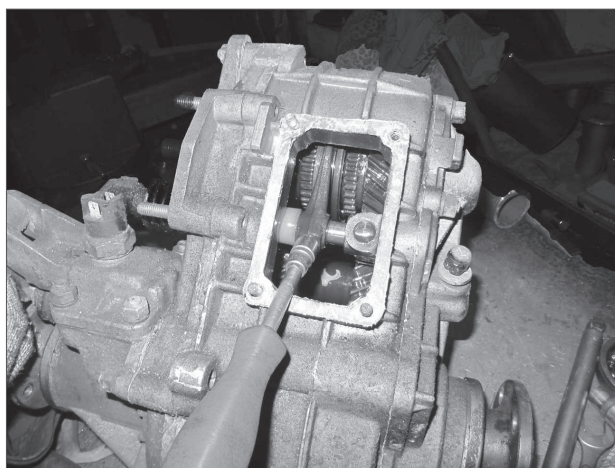
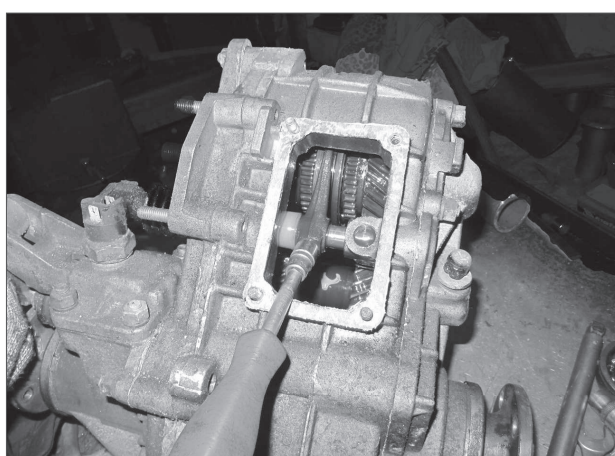

Рис. 1.41 Отверните болт крепления вилки к штоку
Рис. 1.42 Достаньте магнитом шарик и пружинку
- Отверните болт (головка 10 мм) крепления вилки к штоку (см. рис. 1.41). Снимите со штока (поз. 18, см. рис. 1.36) пружину (11) и, поддев отвёрткой, сдвиньте пыльник (10) штока. Достаньте намагниченной отвёрткой или магнитом на пружинке (см. рис. 1.42) шарик и пружину фиксатора, выньте шток и снимите вилку (поз. 2 на рис. 1.36) и дистанционную пластиковую втулку (3).